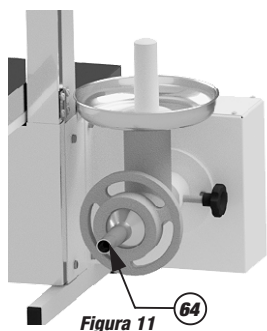

Figura 11
- Para o preparo de embutidos (lingüiça), coloque o funil (64) para encher lingüiça antes do volante (69) conforme figura 11.